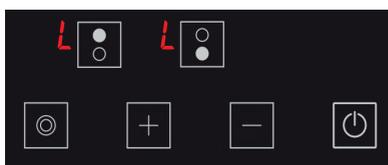

Afbeelding 19
3. Het pictogram **0** verschijnt op alle displays. (zie Fig. 19) De pictogrammen **0** en **H** worden afwisselend weergegeven als een kookplaat heet is.